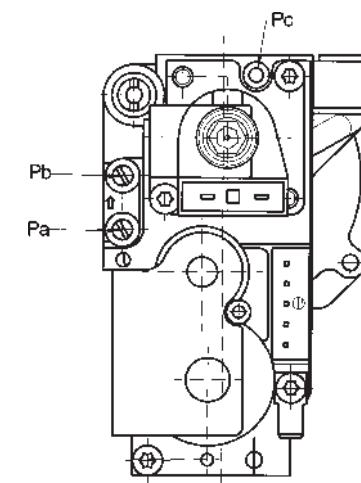

Figura 13
- ligar a toma de pressão positiva de um manómetro diferencial, possivelmente de água, à toma de pressão (**Pb**) da válvula de gás (figura 13). Ligar a toma negativa do mesmo manómetro a um "T" especial que permita ligar ainda entre eles a toma de compensação da caldeira, a toma de compensação da válvula de gás (**Pc**) e o próprio manómetro. (Pode-se efectuar uma medição equivalente ligando o manómetro à toma de presão (**Pb**) sem o painel frontal da câmara estanque montado);
- Comprovar que a pressão dinâmica de alimentação da caldeira, medida na toma de pressão (**Pa**) da válvula de gás (Figura 13), é correcta (**37 mbar** para gás propano ou **20 mbar** para gás natural).
- Mantenha apertada a tecla **R** durante 6 segundos. Quando a função está activada, no ecrã visualiza-se a indicação “**A00**” (... “**A08**”) alternada com o valor correspondente (figura 13);